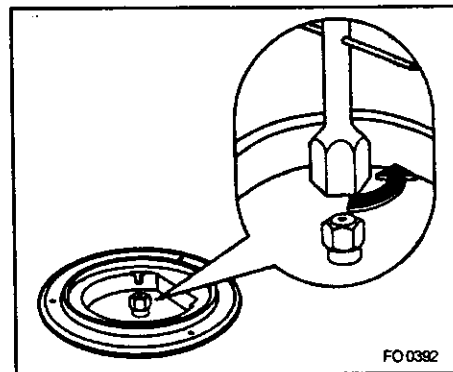

Рис. 14
- Снимите крышки и рассекатели горелок; при помощи торцевого ключа номер 7 отвинтите и выньте форсунки (рис. 14) и замените их форсунками, соответствующими используемому типу газа (см. табличку с техническими данными).